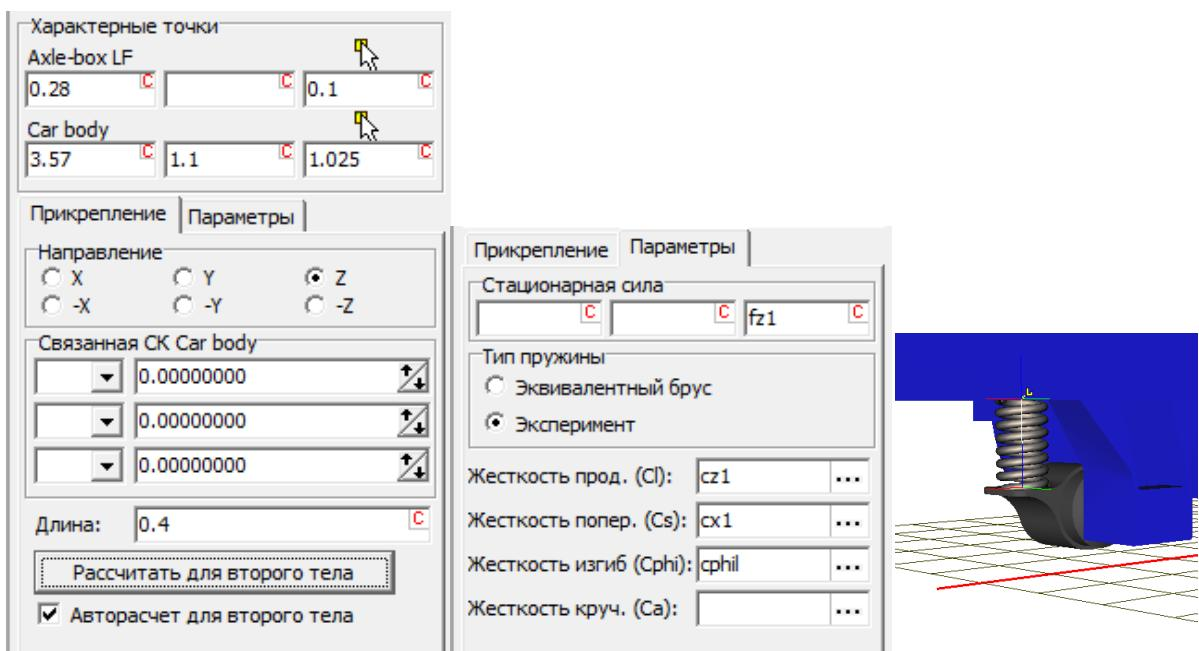

Рис. 2.20. Параметры, определяющие положение пружины и её силовые характеристики
5. Включите автоматический расчёт координат точки прикрепления пружины ко второму телу – поле **Авторасчёт для второго тела**, рис. 2.20, слева. В результате пружина займет свое окончательное положение в анимационном окне. Если теперь щёлкнуть на кнопке **Рассчитать для второго тела**, то будут показаны координаты точки при-